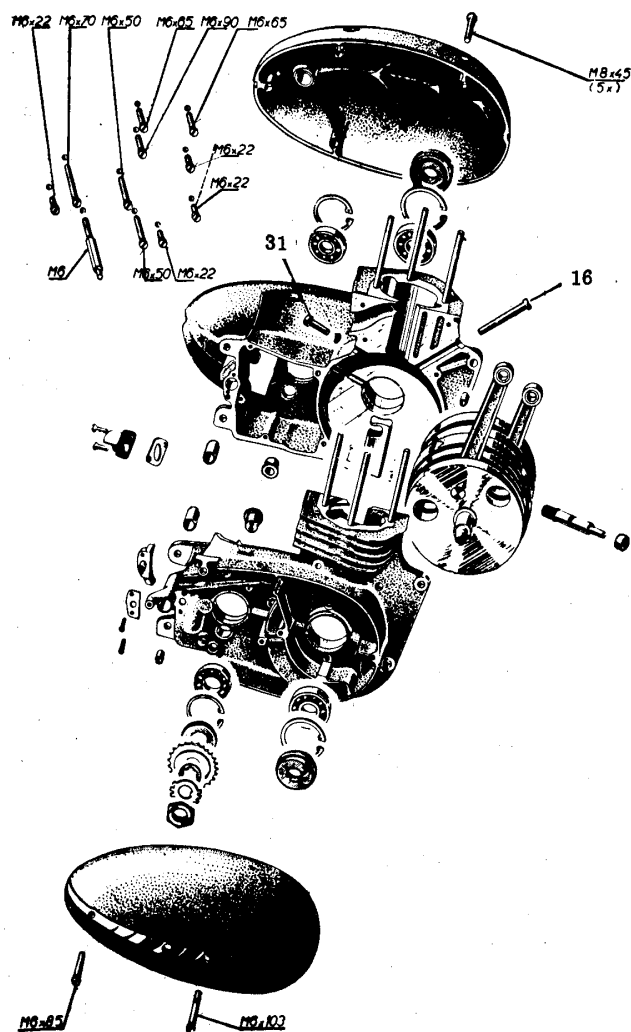
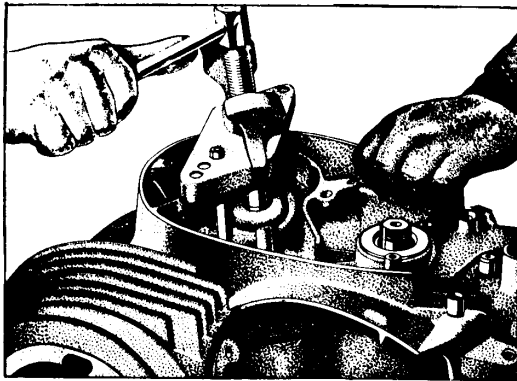

Bild 21-3. Vevhus, 350 cm³ motor
Bild 21-4. Isärtagning av vevhus-halvorna
2. Skruva av fästbultarna och skilj vevhushalvorna från varandra med universalavdragaren S-51, som skruvas in i hålen för skruvarna (M 6) för generatorkåpan (16, 31 bild 21-4). Genom lätta slag på bakre delen av vevhuset underlättas isärtagningen, så att denna sker samtidigt överallt. På 350 cm³-motorer utskruvas främre och bakre fästbultarna (16, 31 bild 21-3) för balanspartiets mittlagerhus. Se vid isärtagningen till att vevstakarna befinner sig i övre dödpunktsläget.